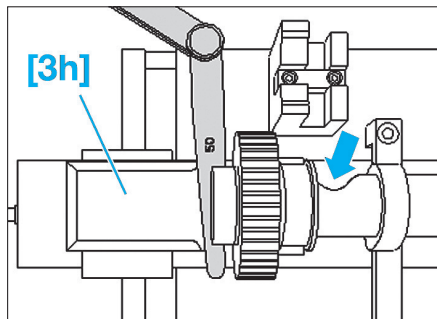

Fig. 57
- Apposer une jauge d'épaisseur de 0,50 mm et pousser le logement [3h] dans la gorge de l'arbre à cames d'admission (Fig.57).